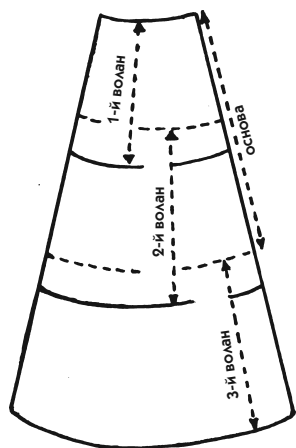

Рис. 271
1. Начертите юбку-основу, на которой будут крепиться воланы, скопируйте половину переднего и половину заднего полотнищ прямой или расширенной юбки по вашему усмотрению (например, лекало 231 или 232). Основа должна быть начерчена на полную длину (как на рис. 271).
- Прежде всего отметьте высоту каждого волана (вертикальные пунктиры со стрелочками на рис. 271).